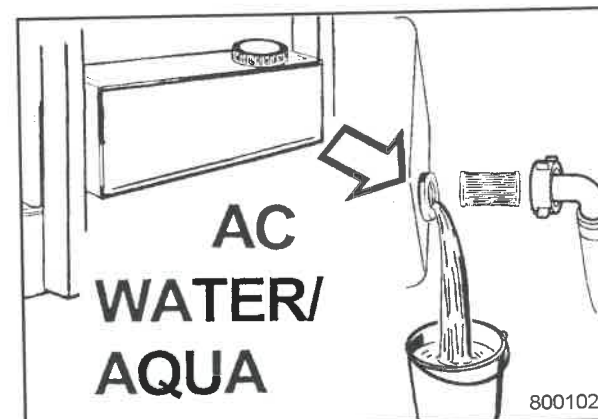

Fig. 121
- Estrarre e pulire il filtro di emulsione (Fig. 121).